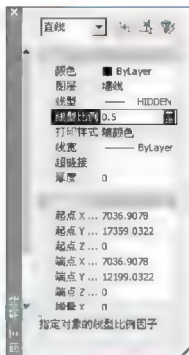

图 5.25 修改线型比例
(3) 修改虚线的线型比例。取消夹点后,可以看出虚线的线段太长、不美观。接下来修改虚线的线型比例以改变虚线的显示。
(4) 如图 5.25 所示,在命令行无命令的状态下选中其中一条虚线,单击【标准】工具栏上的【对象特征】图标,打开【特性】对话框,将线型比例由“1”改为“0.5”,然后关闭对话框。由于该虚线的线型比例由“1”变为“0.5”,所以其显示状态发生了变化。